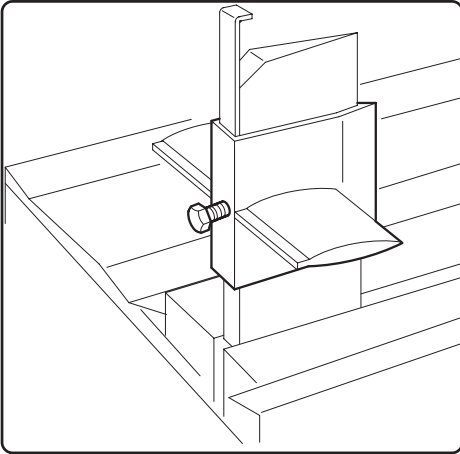

Abb. 9
2. Stecken Sie das Spaltkreuz wie auf der Abb. 9 gezeigt auf das Spaltmesser auf.
3. Ziehen Sie die Blockierschraube (siehe Abb. 9) des Spaltkreuzes fest an.
1. Kontrollieren Sie den Ölstand des Hydrauliköls mittels Messstabs am Einfüllstutzen (siehe Abb. 9); der Messstab weist eine Kerbe für das Maximum auf.